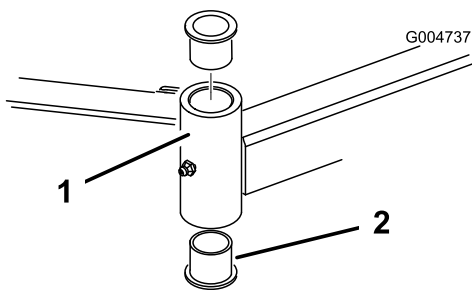

Bild 93
4. Stecken Sie einen Dorn oben oder unten in das Befestigungsrohr und treiben die Büchsen heraus (Bild 93). Treiben Sie dann die andere Büchse aus dem Rohr heraus. Reinigen Sie die Innenseite der Rohre.